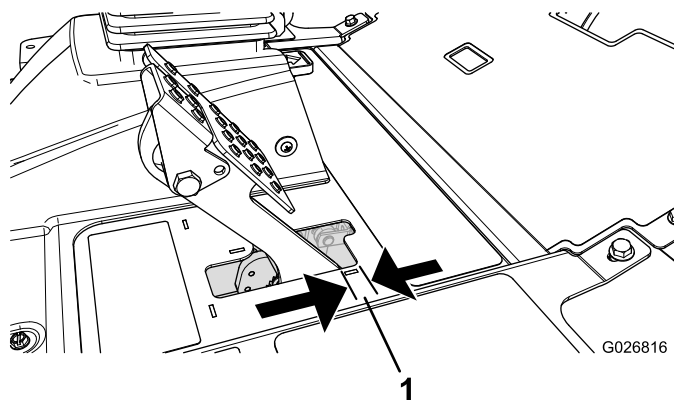

Рисунок 88
Тормоза необходимо отрегулировать, если свободный ход (Рисунок 88) педали тормоза превышает 2,5 см или требуется большее усилие нажатия для торможения. Свободный ход — это расстояние перемещения педали тормоза до ощущения тормозного сопротивления.
2. Затягивая заднюю гайку, переместите тросик назад так, чтобы свободный ход педалей тормоза составил от 0,63 до 1,27 см (Рисунок 88) до момента фиксации колес.